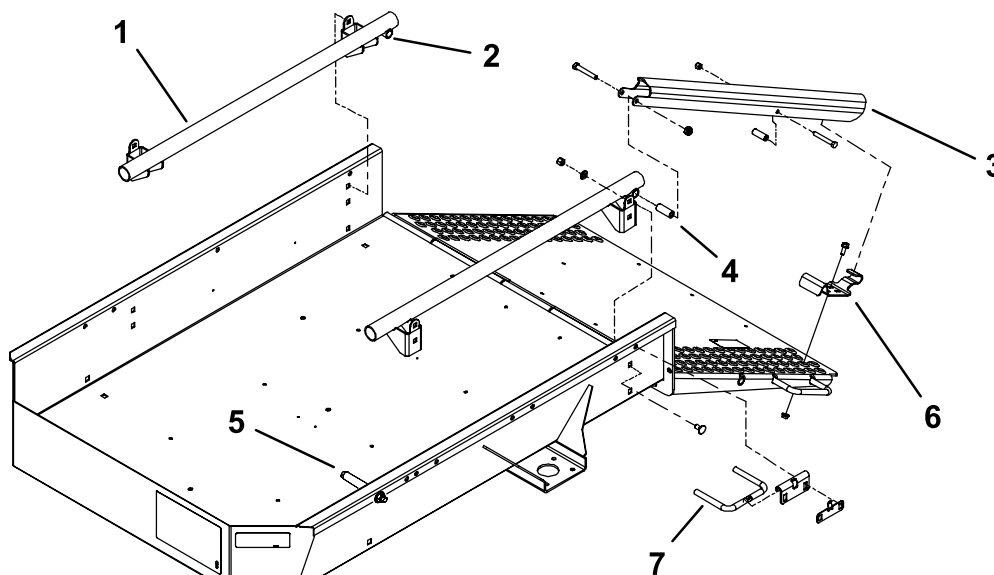

Figura 1
2. Retire o parafuso ( $\frac{3}{8}$  x  $2\frac{1}{2}$  pol.), espaçador, anilha e porca de bloqueio que prendem a rampa de carga à traseira de cada conjunto do tubo (Figura 1)
3. Retire os parafusos de cabeça flangeada ( $\frac{5}{16}$  x  $\frac{3}{4}$  pol.) e porcas flangeadas que prendem cada suporte de bloqueio à rampa (Figura 1)
4. Remova o parafuso e porca que prende o batente do reboque a cada lado do reboque (Figura 1).
prendem os suportes de montagem do conjunto do tubo a cada lado do reboque (Figura 1).
6. Remova as barras das rodas e suportes de cada lado do reboque (Figura 1).
9. Monte uma rampa de carga na traseira de cada conjunto de tubo com um parafuso (3/6-16 x 2 $\frac{1}{2}$  pol.), espaçador, anilha e porca de bloqueio (Figura 1).
10. Posicione um suporte de bloqueio em cada lado da rampa de forma a que alinhe com o lado inferior das rampas de carga, engate com os pinos revestidos nas rampas de carga e alinhe com os furos na rampa (Figura 1 e Figura 3). Utilize apenas um conjunto de furos de montagem por suporte de bloqueio.
11. Monte sem apertar cada suporte de bloqueio na rampa com parafusos de cabeça flangeada (5/16-18 x ¾ pol.) e porcas flangeadas (Figura 1 e Figura 3).
12. Elevação e bloqueio da rampa. Ajuste os suportes de bloqueio de forma a que engatem nos pinos e aperte os parafusos e porcas (Figura 1 e Figura 3).
13. Monte as novas barras das rodas mais compridas nos conjuntos de furos de montagem frontais e traseiros em cada lado do reboque, utilizando os suportes e fixadores previamente removidos (Figura 1 e Figura 2).